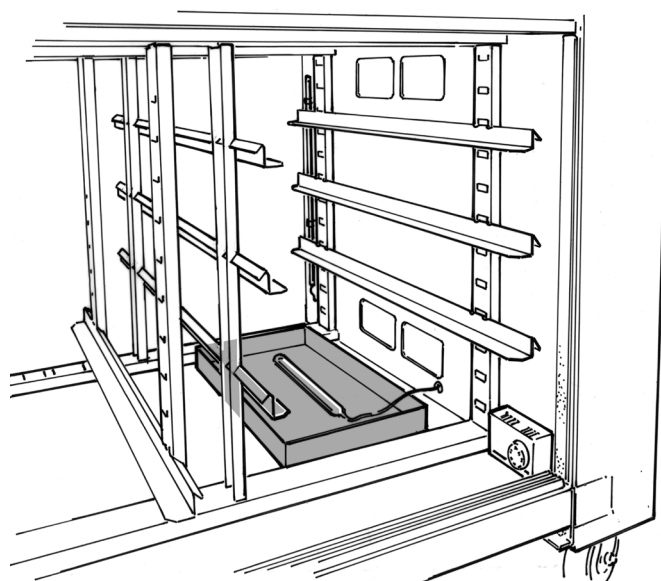

Bild. 3
3. Placera vatten behållare enligt bild 3.